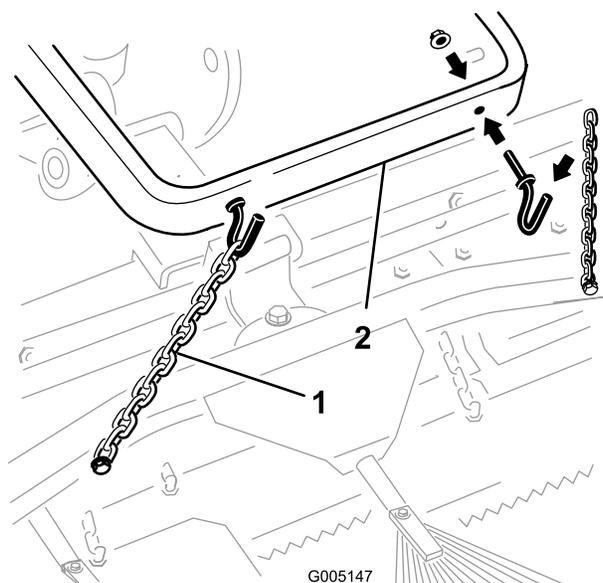
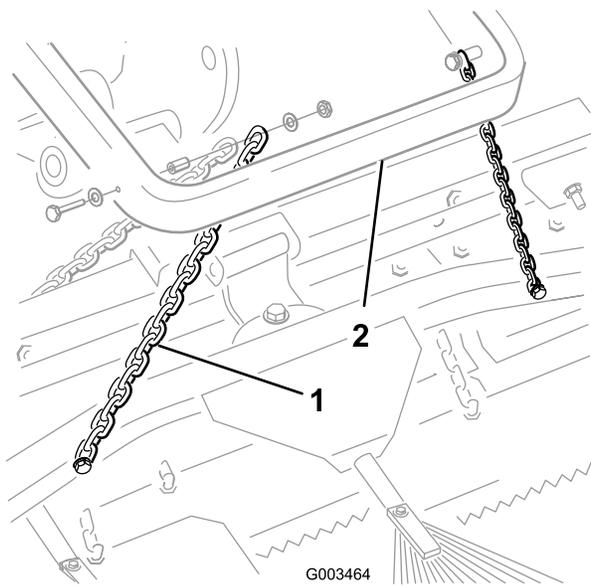

Figura 10
Figura 11
- A. Sganciare o scollegare le catene di trasporto dal braccio di sollevamento come illustrato nella Figura 10 o Figura 11.